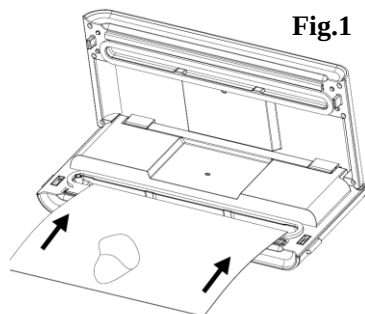

Fig.1
3. Introduceți capătul deschis al pungii în zona camerei de vidare. Asigurați-vă că gura de admisie a aerului nu este acoperită de punga – Fig. 1.